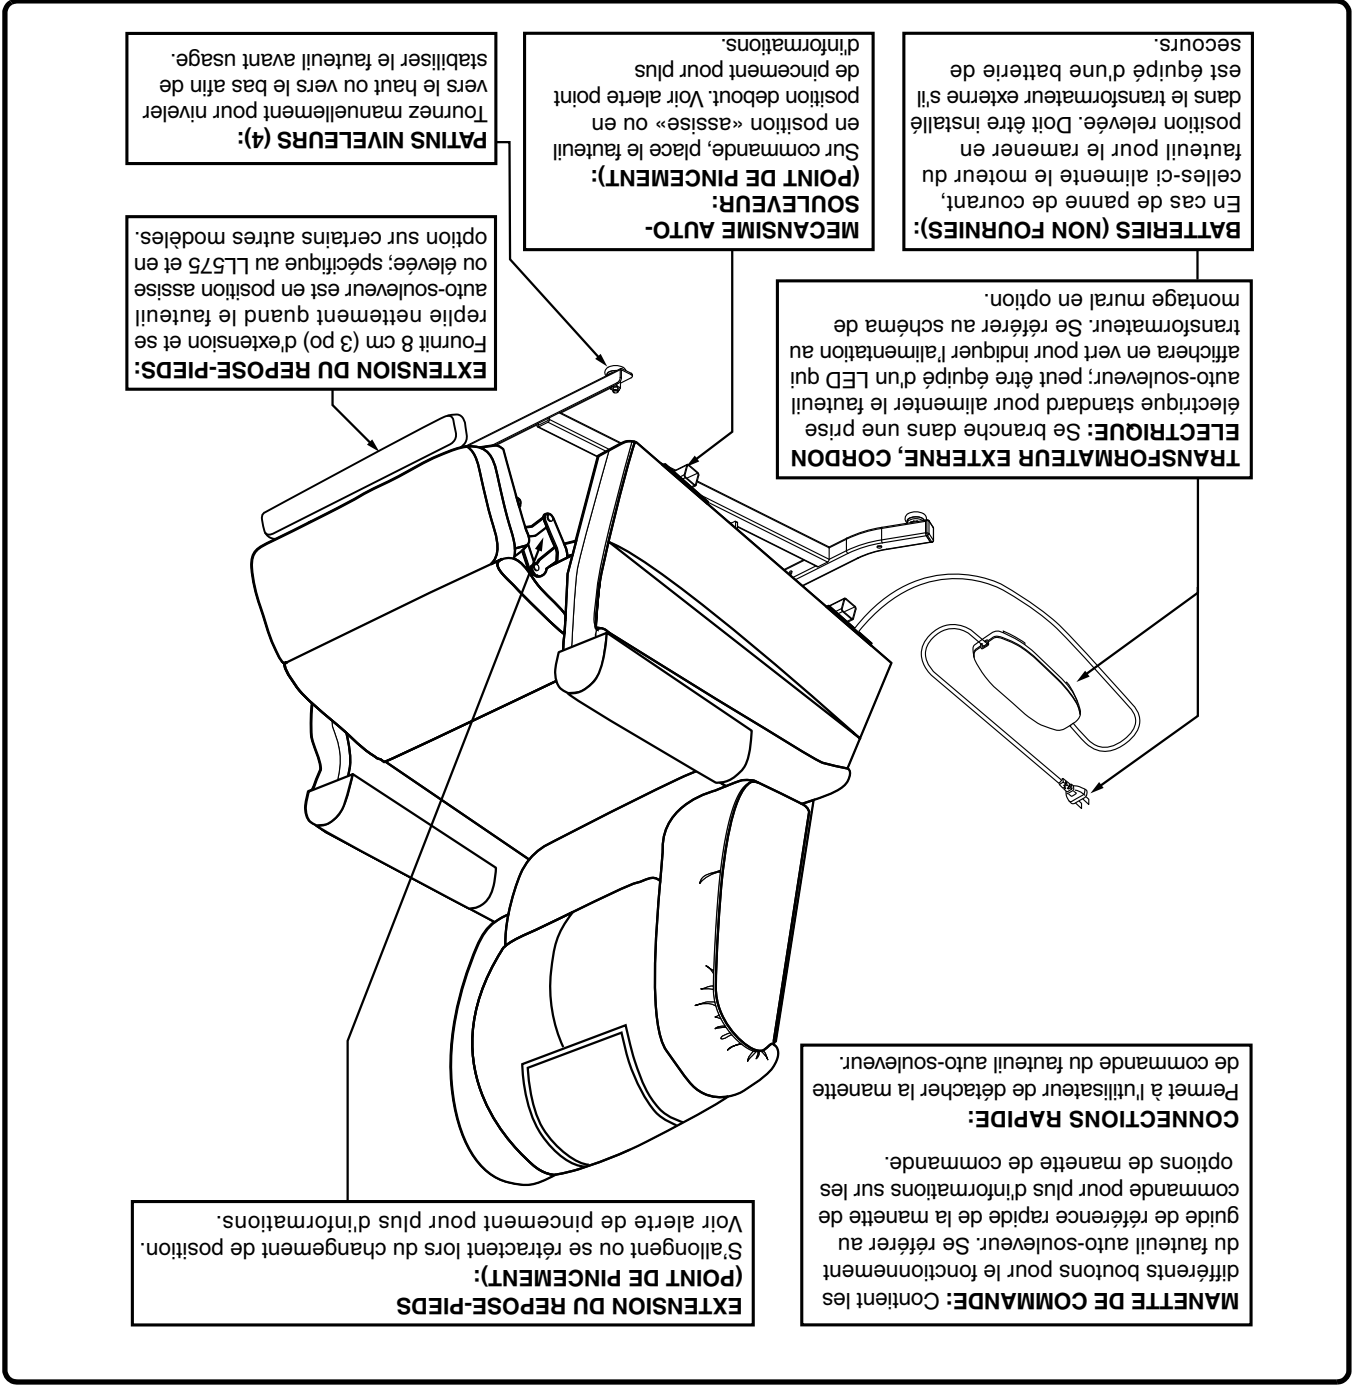

Figure 3.1 Composantes du fauteuil auto-souleveur
2. Réglez les patins niveleurs pour stabiliser le fauteuil auto-souleveur (Fig. 3.1).
Les fauteuils auto-souleveurs sont équipés de plusieurs châssis et de plusieurs composants électriques. En règle générale, les composants du châssis (ou le cadre) incluent un coussin* de siège amovible, repose-pied, nivelage de pieds, un mécanisme de levage, et des mécanismes à ciseaux. Les composants électriques comprennent le transformateur externe, manette de commande, et ± piles (non fournies). Reportez-vous à la **figure 3.1** et notez que les illustrations et les options énumérées peuvent ne pas refléter le type de fauteuil auto-souleveur que vous possédez.
Le mécanisme en ciseaux et de soulèvement possède des labels aux endroits ou on peut pincer/écraser ses doigts sous le fauteuil auto-souleveur. Gardez vos mains loin de ces endroits et assurez-vous qu'il n'y ait pas d'objet dans la trajectoire du mécanisme. Voir la figure 3.1 pour localiser les endroits à éviter.